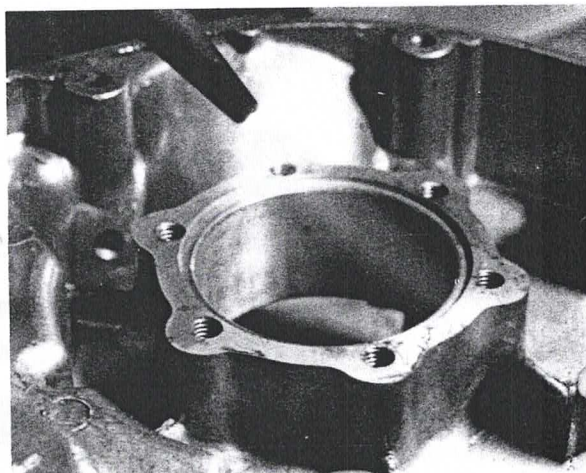

Bild 64
- Beide Gehäusehälften mit einer Lötlampe wie weiter oben beschrieben oder mit einer Wärmeplatte auf etwa 200 °C erwärmen (Bild 64). Das angewärmte Gehäuse gegen einen Holzklötzchen klopfen, um die Lager auszutreiben. Dabei dürfen die Gehäuseflächen keinesfalls beschädigt werden. Sobald sich die Lager von der Vorgelegewelle zu lösen begonnen haben, kann man sie mit einem Haken vorsichtig ganz herausziehen. Dabei sorgfältig darauf achten, dass der Lagersitz nicht beschädigt